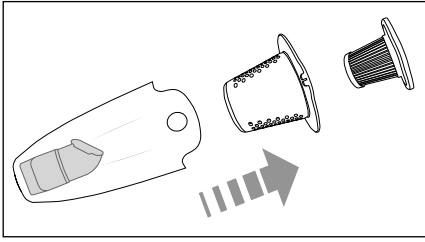

Fig. 5
- 3) Tag EPA-filteret **7** og grovfilteret **8** ud af støvbeholderen **9** (fig. 5). Bank de to filtre **7/8** ud i en affaldsbeholder. Ved behov kan du skylle filterne **7/8** med rent vand. Lad derefter filterne **7/8** lufttørre helt, før du sætter dem ind igen.